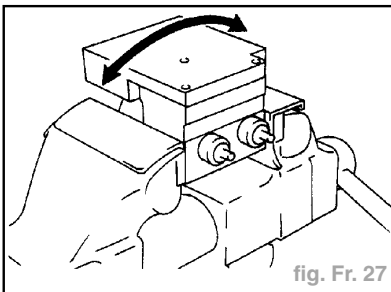

fig. Fr. 27
- Fixer l'unité hydraulique d'ABS sur l'étau de la manière indiquée (fig. Fr. 27).